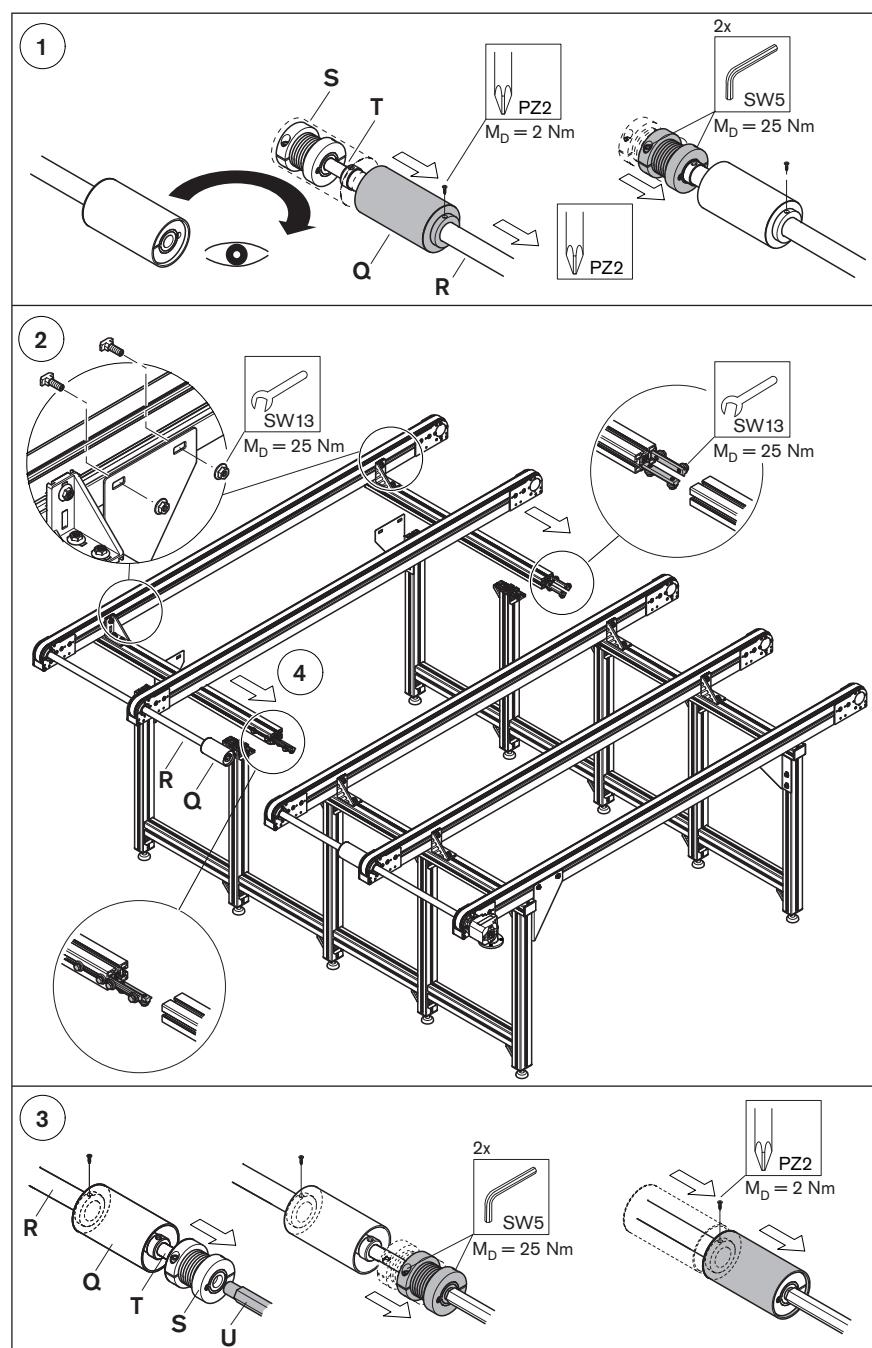

Fig. 8
- ▶ Realice la conexión del motor en estrella o en triángulo de acuerdo con los esquemas de conexión (véase la "Fig. 8") y el esquema de conexiones de la caja de bornes.
- ▶ Para modificar el sentido de rotación del motor, cambie dos cables cualquiera (L1, L2 o L3, véase la "Fig. 8").